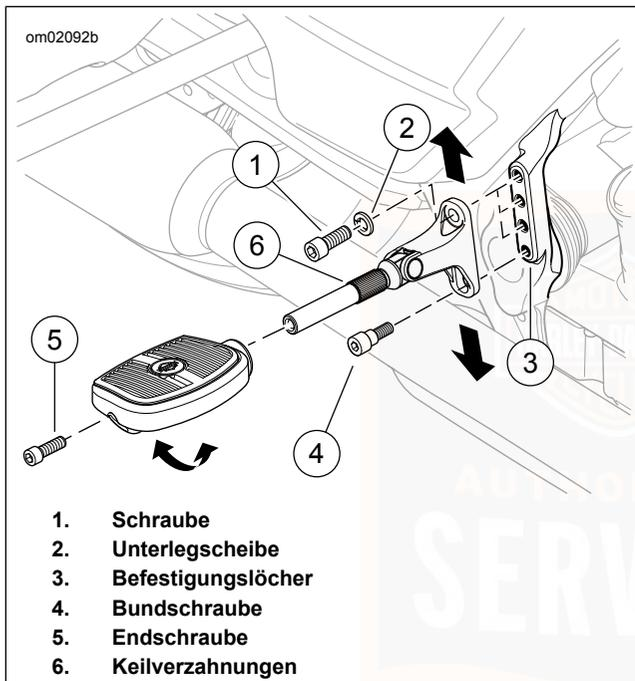

Abbildung 30. Soziustrittbretter: FLHTKL
Siehe Abbildung 30. Falls sich die Halterung nicht nach oben oder unten verschieben lässt, die untere Bundschraube (4) lockern, aber nicht entfernen.
1. Die obere Schraube (1) und Unterlegscheibe (2) der Halterung entfernen.
1. Siehe Abbildung 30. Die Endschraube (5) entfernen.
3. Die Trittbrettverzahnung im gewünschten Winkel an die Montageverzahnung (6) anlegen. Das Trittbrett auf die Verzahnung drücken.